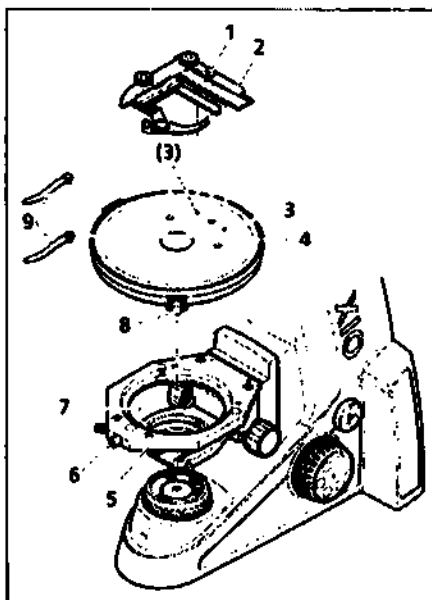

Рисунок 3-12. Замена встроенного вращающегося столика Pol, съемного направлятеля образцов Pol и клемм столика микроскопа
- Ослабьте колпачковую гайку (рисунок 3-12/6) на корпусе пружины (около трех оборотов).
- Нажмите вращающийся столик Pol (рисунок 3-12/4) в передней части против подпружиненного контакта (рисунок 3-12/7), поднимите его из несущего элемента столика (рисунок 3-12/5) и вытяните.
- Повторно затяните колпачковую гайку (рисунок 3-12/6).
- При необходимости ослабьте колпачковую гайку (рисунок 3-12/6) на корпуса пружины приблизительно на три оборота.
- Поместите вращающийся столик Pol с канавкой направляющего типа (нижняя часть столика) на подпружиненный контакт (рисунок 3-12/7).
- Присоедините вращающийся столик с зажимным винтом (рисунок 3-12/8), указывающим на правую переднюю часть.
- Нажмите вращающийся столик Pol (рисунок 3-12/4) в передней части против подпружиненного контакта и опустите его по направлению к задней части несущего элемента столика (рисунок 3-12/5) и затем отпустите его.
- Вставьте направитель образцов Pol (рисунок 3-12/2) с двумя цилиндрическими штифтами в нижнюю часть в отверстиях (рисунок 3-12/3) и затяните зажимной винт (рисунок 3-12/1).